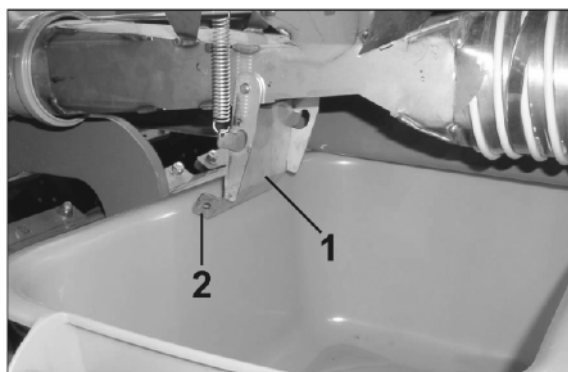

Рис. 103
3. Откройте клапан загрузочной воронки (Рис. 103/1), чтобы посевной материал/удобрение мог поступать в лоток.
Опасность сжатия при открытии и закрытии клапана загрузочной воронки (Рис. 103/1)!
Беритесь только за накладку (Рис. 103/2) клапана загрузочной воронки, иначе имеется опасность травмирования от удара пружинного клапана.
Никогда не проникайте руками в зону между клапаном загрузочной воронки (Рис. 103/1) и загрузочной воронкой!